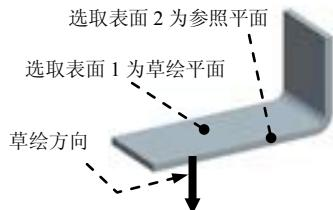

图 11.3.2 定义草绘平面
Step6. 定义草绘平面。选取图 11.3.2 所示的模型表面 1 为草绘平面，再选择 **Okay (确定)** 命令，接受系统默认的特征创建方向；选择 **Bottom (底部)** 命令，然后选取图 11.3.2 所示的模型表面 2 为参照平面。